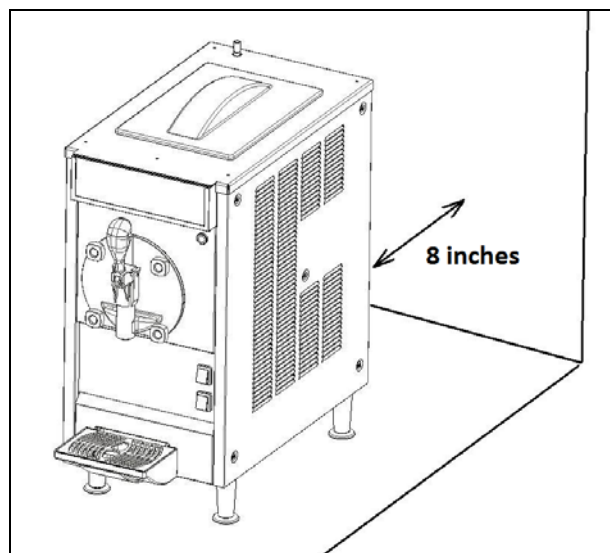

Fig. 2
b) Placer l'appareil sur une surface plane en faisant en sorte que la carrosserie de l'appareil soit bien ventilée, laissez au moins 8 pouces d'espace libre de tous les côtés pour permettre une bonne ventilation (fig.2). Installer l'appareil dans un lieu sec et éviter de l'installer en proximité de sources de chaleur. **La température ambiante d'utilisation de la machine doit être comprise entre 75 et 90°F.**